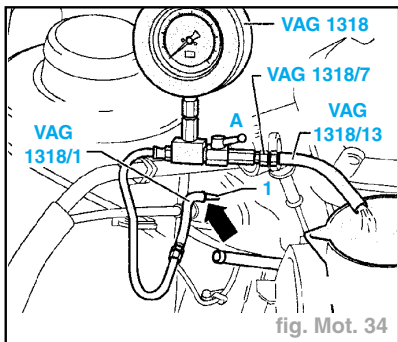

fig. Mot. 34
- Débrancher de la conduite d'alimentation (1) le flexible d'alimentation en carburant (portant le marquage blanc) (fig. Mot. 34).